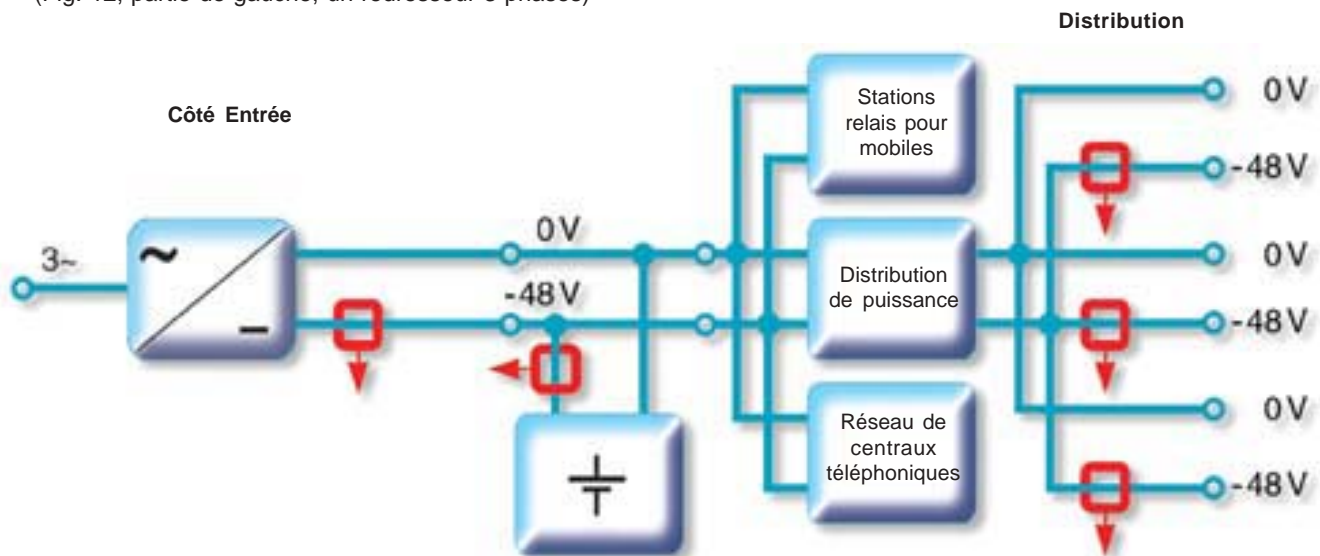

Fig. 12: Mesures des courants dans les systèmes d'alimentation TéléCom.
2. ou grâce à un **Redresseur** où le courant généré, à contrôler par l'intermédiaire des capteurs, est plus important et peut atteindre entre 200 et 1000 A. (Fig. 12, partie de gauche, un redresseur 3 phases)
II. La seconde opportunité provient des groupes de batteries installés en renfort des centraux téléphoniques. Les courants de charge et de décharge de ces groupes de batteries (de 200 à 1000 A) sont actuellement surveillés avec des shunts. La tendance est de remplacer ces shunts par des capteurs de courant, du fait des pertes d'insertion. Le capteur recherché doit être du type à circuit magnétique ouvrable pour des raisons de rapidité et de facilité d'installation. C'est ce que l'on appelle une application de type **Surveillance de Batterie** (Fig. 12).
III. Et pour finir, LEM joue également un rôle dans la mesure de courant au niveau de la **Distribution de puissance dans les réseaux TéléCom**, où chaque sortie peut être vérifiée par un capteur de courant. Les niveaux de courants à mesurer dans cette application peuvent varier de 30 à 100 A (Fig. 12, partie de droite).